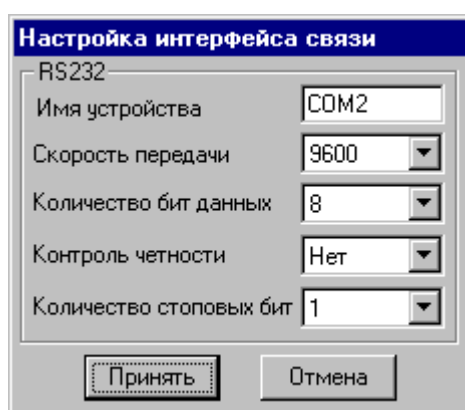

Рисунок 3.2 - Настройка устройства связи
- **"Настройка интерфейса RS-232"** - настройка параметров связи последовательного порта (при нажатии на кнопку вызывается форм (рисунок 3.2).